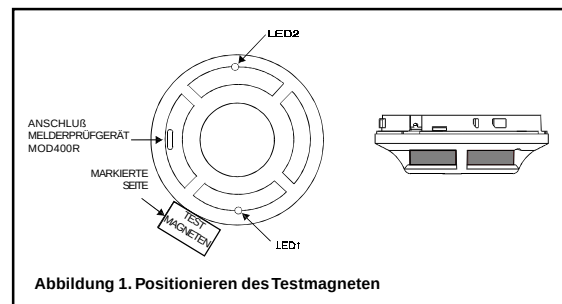

Abbildung 1. Positionieren des Testmagneten
1. Testen Sie den Melder indem der Magnet ca. 2cm von LED 1 im Uhrzeigersinn entfernt, direkt an den Melder gehalten wird (s.Abb.1).